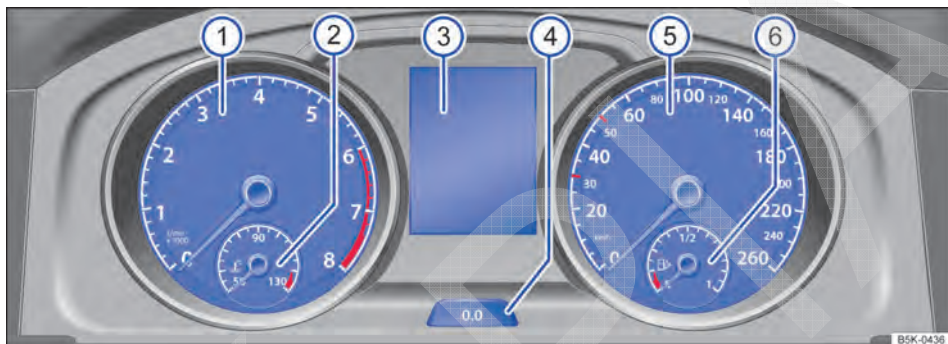

Fig. 43 No painel de instrumentos: instrumento combinado.
Legenda para Fig. 43:
Dependendo da versão do veículo, é possível que sejam exibidas diferentes informações no display do instrumento combinado → Fig. 43 ③: